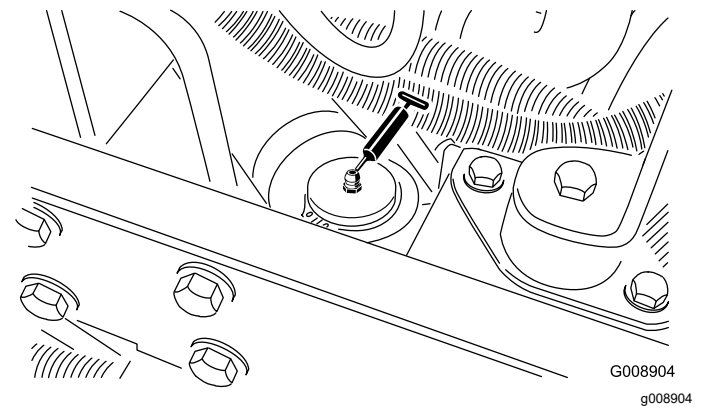

Figura 66
- Cilindro de dirección (Figura 66).